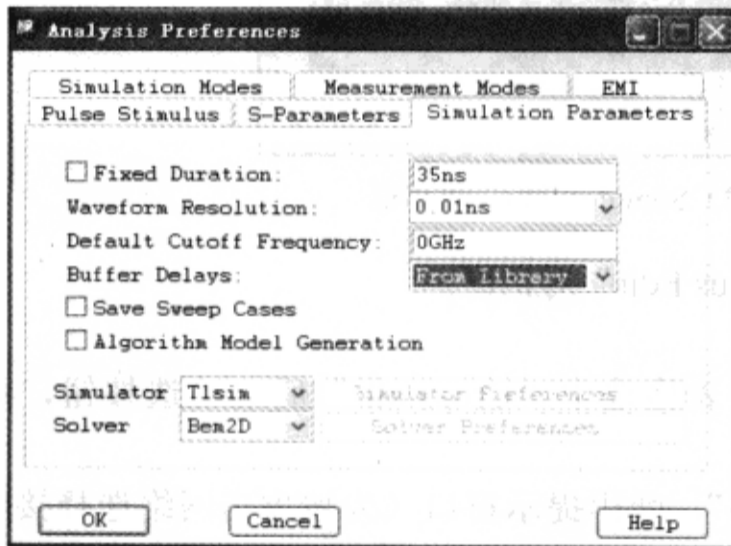

图 3-10-39 设置仿真参数
(3) 设置“Simulation Parameters”标签页参数，如图 3-10-39 所示。